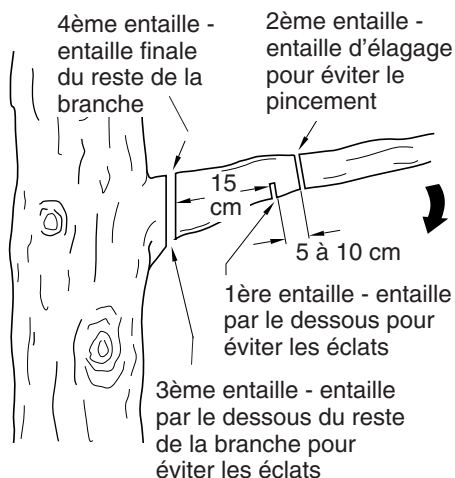

Figure 11 - Coupe d'une branche
1. Faire la première entaille à 15 cm du tronc, sur le dessous de la branche. Utiliser le haut de la lame-guide pour faire cette entaille. Couper sur 1/3 du diamètre de la branche. (Voir la figure 11.)